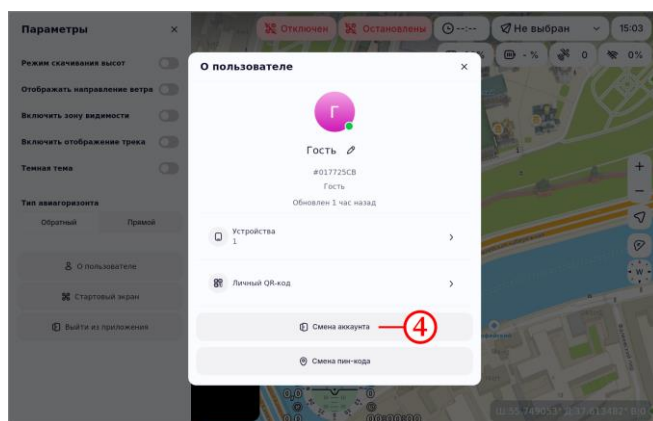

Рисунок 67
- на открывшейся форме нажать на кнопку «Смена аккаунта» (рисунок 67, шаг 4);